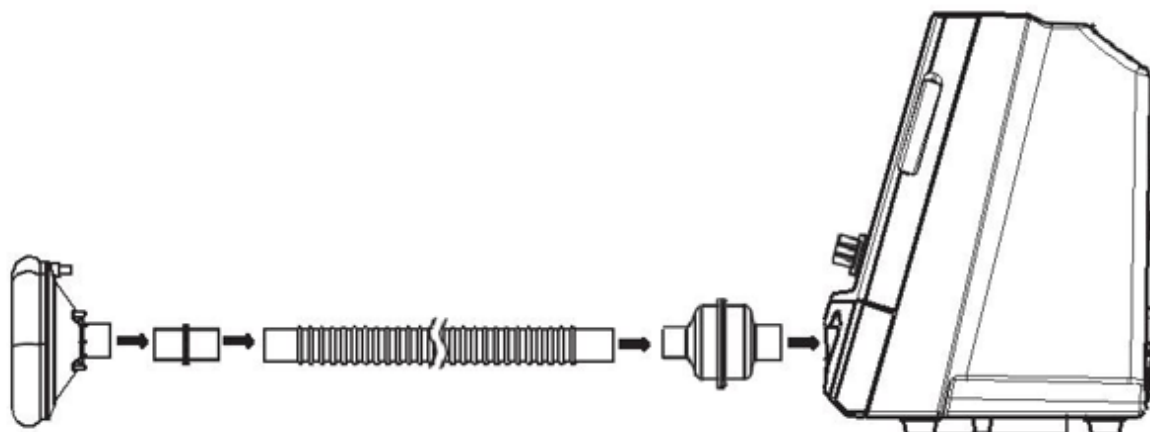

Рисунок 28. Сборка контура пациента
- 3) Соедините контур пациента: бактериальный фильтр подсоедините к порту воздухоотвода на основном блоке изделия. Подсоедините дыхательный шланг к бактериальному фильтру. Подсоедините адаптер к дыхательному шлангу, а затем - к маске или трахеостомической трубке, как показано на Рис. 28.